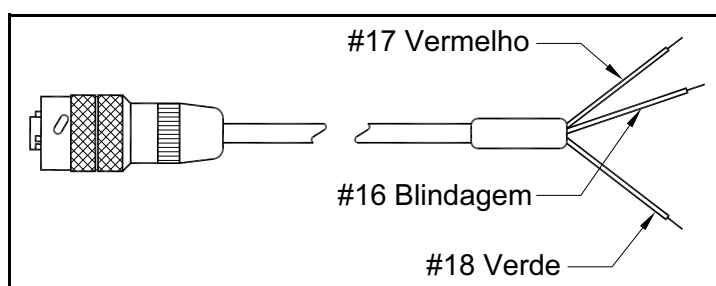
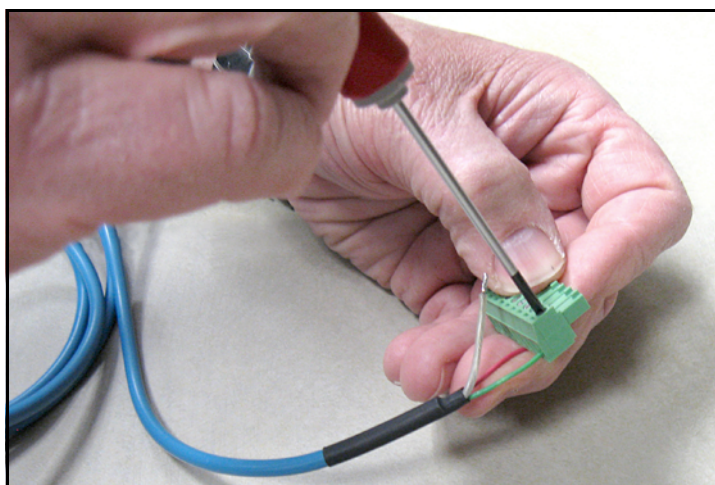

Рисунок 23: соединения кабеля зонда серии M
Рисунок 24: Выполнение соединений кабеля зонда с соединителем
3. Обратитесь к Рисунок 23 ниже и Рисунок 24 для подсоединения конца кабеля зонда с тремя жилами к штырькам 16, 17 и 18 нижней клеммной колодки.